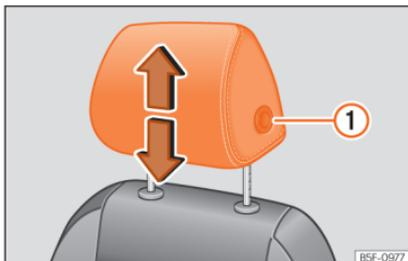
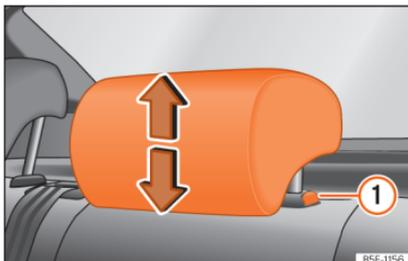

Abb. 119 Vordersitz: Kopfstützeinstellung.
Abb. 120 Kopfstützen hinten: Kopfstützeinstellung.
- Fassen Sie die Kopfstütze seitlich mit beiden Händen und schieben Sie sie nach oben bis sie in der gewünschten Position einrastet. Zum Absenken gehen Sie auf der gleiche Weise vor und drücken Sie gleichzeitig die seitliche Taste **①** » **Abb. 119** » **Abb. 120**.
- Seitliche Taste drücken » **Abb. 119** **①** und Kopfstütze herausziehen.